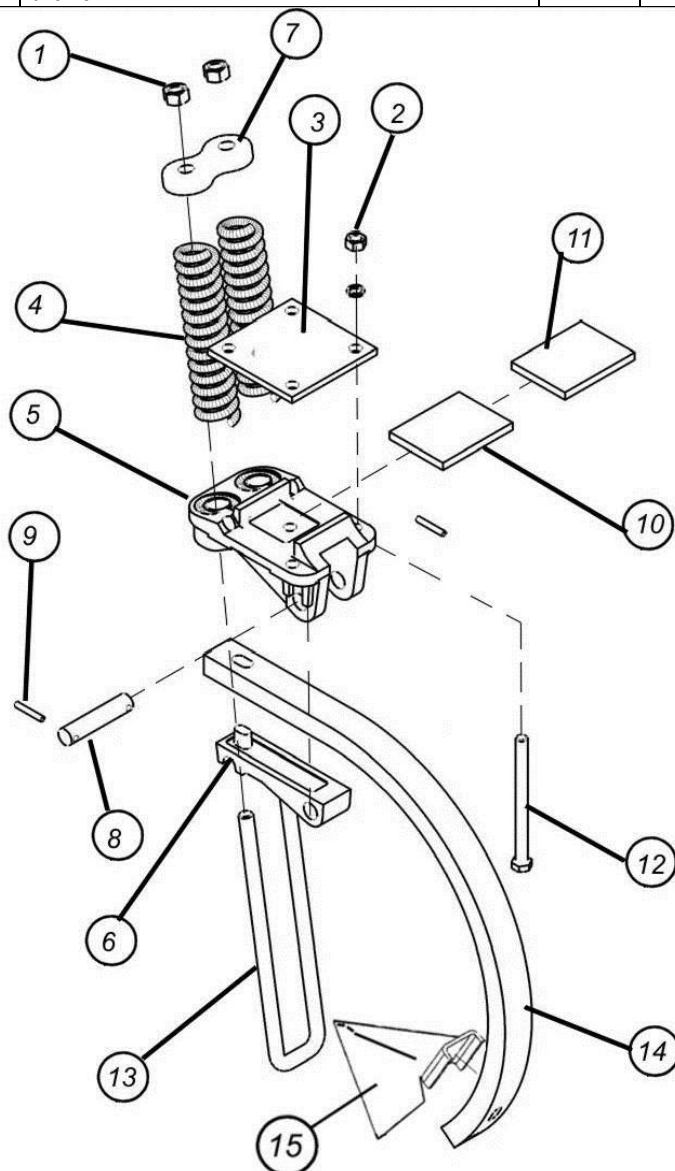

Рис. 7.1.7. Узел крепления стойки сошника
7.1.7. Стойка сошника в сборе (рис. 7.1.7)